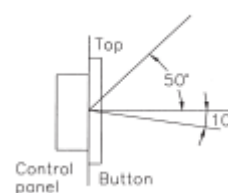

Figura 2
• Il display LCD è progettato per essere chiaramente visibile nell'angolazione mostrata in Figura 2. Montare l'unità di controllo in modo che l'angolo visuale sia in questo intervallo.